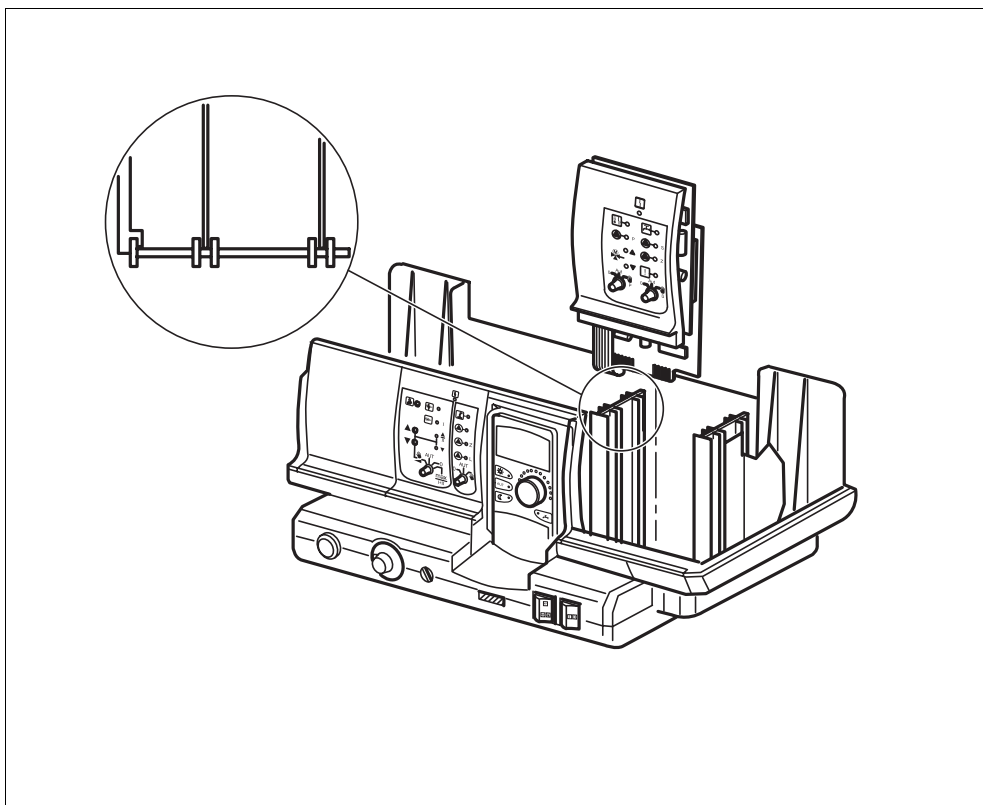

Рис. 14 Установка и демонтаж модуля
- Новый модуль вставьте сверху в свободный разъем, нажимая на клеммную планку (рис. 14). Убедитесь, что модуль хорошо встал на место.
- Новый модуль вставить сверху в свободный разъем, нажимая на клеммную планку (рис. 14). Убедитесь, что модуль хорошо встал на место.